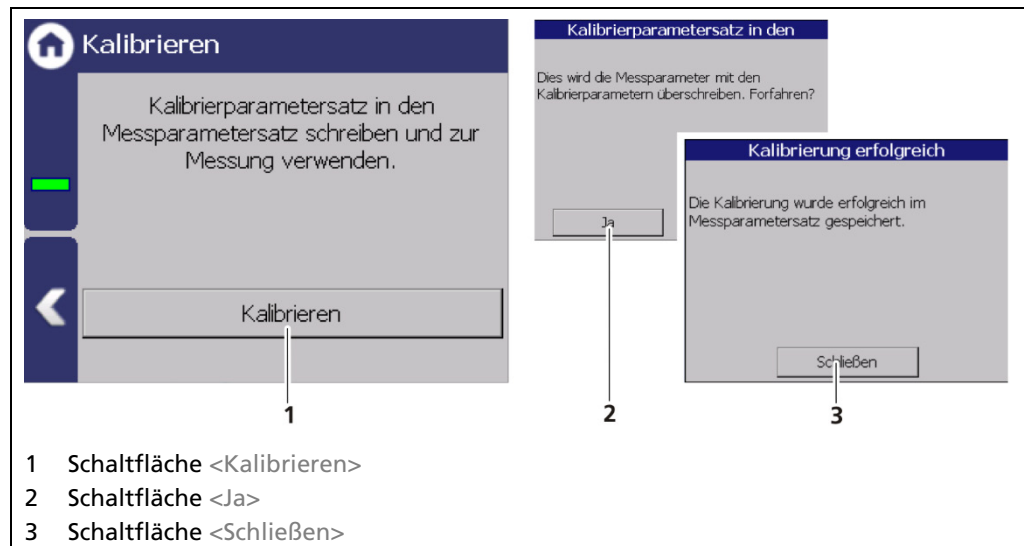

Abb. 69 Kalibrierung
- Klicken Sie auf die Schaltfläche <1. Pkt bearbeiten> (Abb. 69, Pos. 2).
- Das Fenster „Neuer Kalibrierpunkt“ (Abb. 69, Pos. 7-9) für die Ermittlung der Zählrate des leeren Behälters öffnet sich.
- Klicken Sie auf das Eingabefeld „Einlesezeit“ (Abb. 69, Pos. 9), um das Eingabefeld zu öffnen.
- ▶ Der Messvorgang (Abb. 69, Pos. 10) beginnt und die Zählrate wird nach Ablauf der Einlesezeit in das Feld Zählrate (Abb. 69, Pos. 8) übernommen.
6. Klicken Sie auf die Schaltfläche <2. Pkt berechnen> (Abb. 69, Pos. 4).
- ▶ Das Fenster „2. Pkt berechnen“ (Abb. 69, Pos. 11-14) öffnet sich.